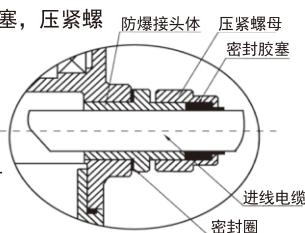

图1
4. 如图1所示，旋下防爆接头的压紧螺母，将进线电缆从密封胶塞，压紧螺母、防爆接头体内穿入电动执行机构内部；